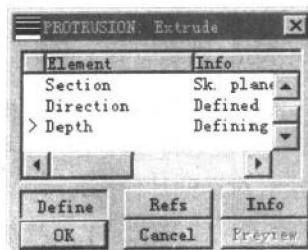

图 1-15 模型对话框
(4) 模型对话框，在建立或修改的过程中，Pro/Engineer 2000i 会自动开启该特征的模型对话框，以方便设计者了解当前定义的参数以及为何要定义参数等信息，如图 1-15 所示。